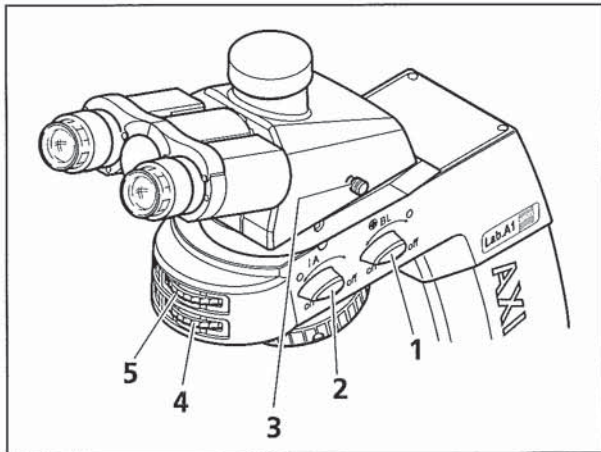

Bild 4-10 Axio Lab.A1 für Durchlicht
- Analysator mit Drehknopf **A** (Bild 4-10/2) in Strahlengang (Position **on**) bringen. Mit Stellrad (Bild 4-10/4) des Analysators kann die Schwingungsrichtung verändert werden.
- Bertrandlinse **BL** (Bild 4-10/1) einschalten (Position **on**). Daraufhin erscheint das Achsenbild im Sehfeld.
- Mit Stellrad (Bild 4-10/5) das Achsenbild fokussieren.
(4) Auswertung